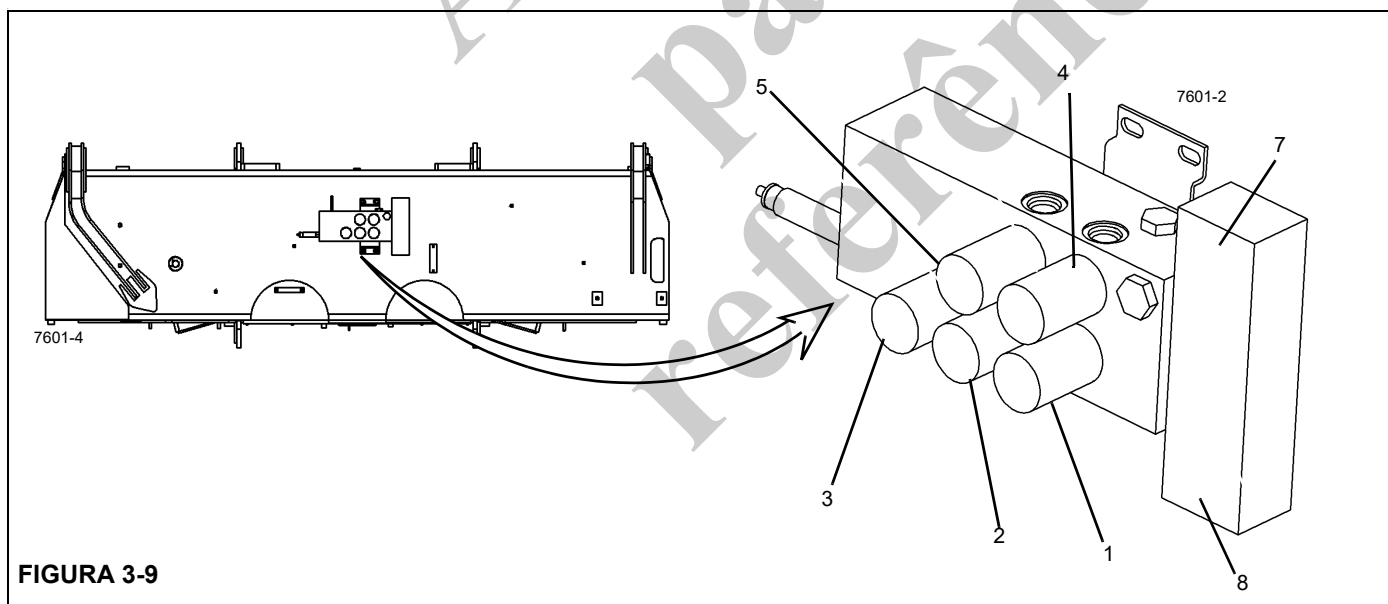
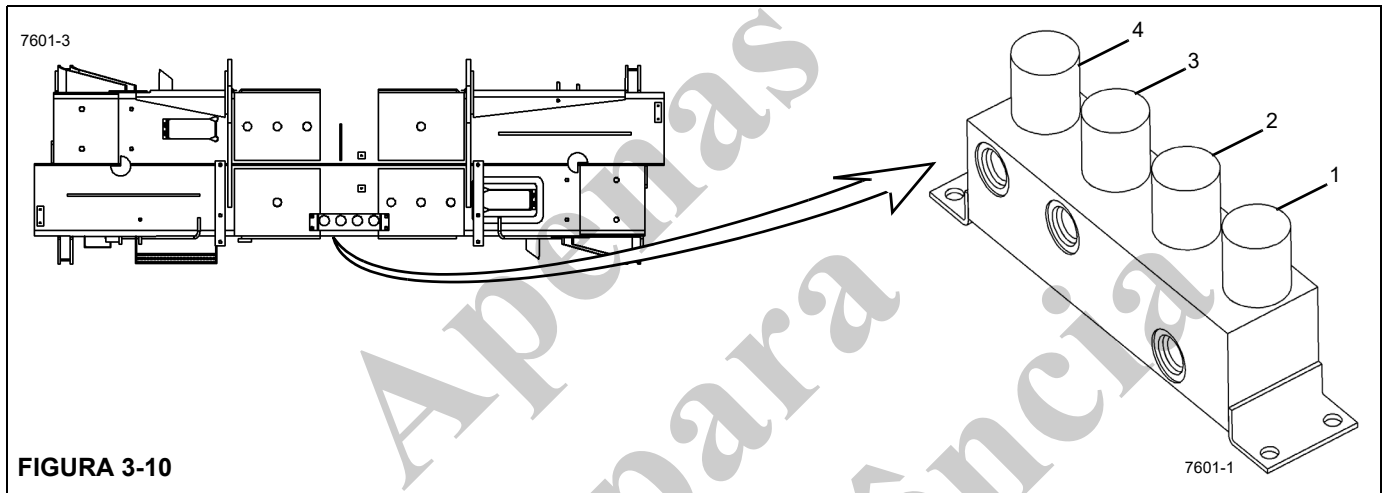

FIGURA 3-9
FIGURA 3-10
Há dois coletores de estabilizadores localizados na estrutura do transportador. O coletor do estabilizador frontal é montado no centro da caixa do estabilizador frontal (Figura 3-9) e o coletor do estabilizador traseiro é montado na parte de trás do caminhão sob a caixa-T (Figura 3-10).
- O solenoide SFO (3) estende ou retrai o SFO quando energizado. Sempre que a chave de retração no controle do estabilizador é pressionada, o SFO é elevado primeiro.
- Os solenoides dos componentes (2 a 5) controlam os componentes do estabilizador frontal. Consulte na Figura 3-9 a identificação dos solenoides.
- Os solenoides de extensão (7) e retração (8) controlam as funções de extensão e retração de todos os componentes dos estabilizadores frontal e traseiro.
Os solenoides no coletor do estabilizador traseiro controlam a seleção dos componentes do estabilizador traseiro. Consulte na Figura 3-10 (1 a 4) a identificação dos solenoides.
Lista de itens da Figura 3-9